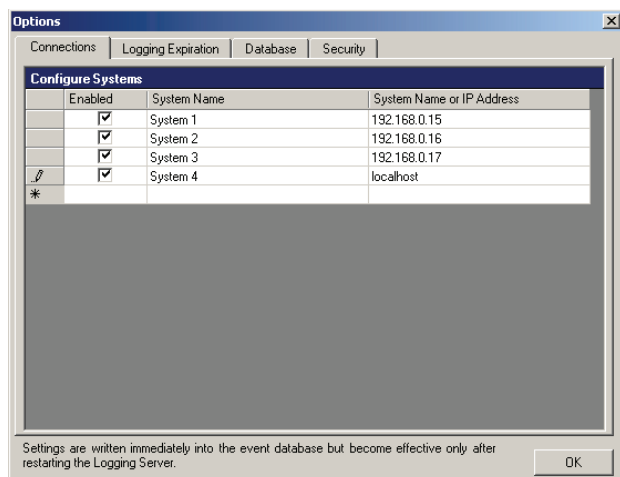

Abb. 56.7: System hinzufügen (2)
- 2 Klicken Sie auf das Feld *System Name* und geben Sie den Namen des Systems ein, zu dem der *Logging Server* eine Verbindung herstellen soll. Dieser Name kann bis zu 16 Zeichen lang sein. Beispiel: *System 4* (siehe Abb. 56.7).